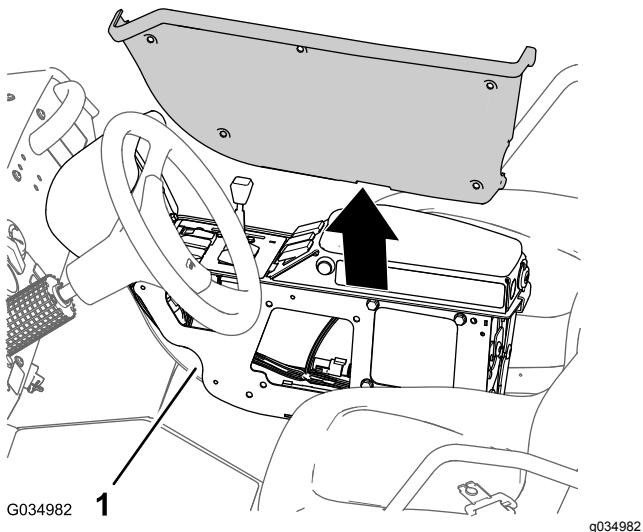

Figura 113
3. Togliete il coperchio dal quadro di comando (Figura 113).